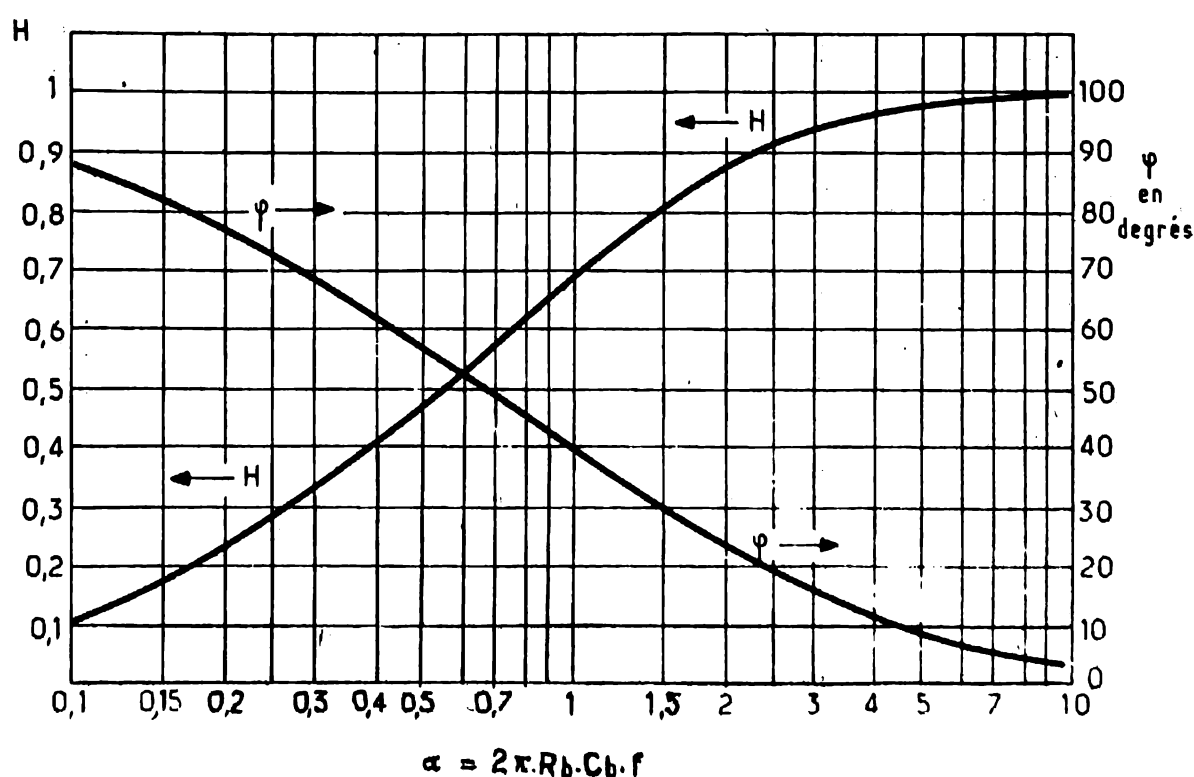

Fig. 4
Pour compléter notre exposé, voici à la figure 4 deux courbes H et φ valables pour la zone de fréquences élevées dans le cas d'une liaison par résistances-capacités uniquement, donc sans correction comme celles étudiées dans le précédent ABC.
Déterminons maintenant R à l'aide de la courbe de la figure 4.
Sur la courbe H de la figure 4 on constate en effet que le point d'ordonnée $H = 0,707$ a pour abscisse $\alpha = 1$.
De même, d'après la courbe H de la figure 4, si l'on prend $\alpha = 0,1$, on a $\alpha^2 = 0,01$ et la formule (10) donne :